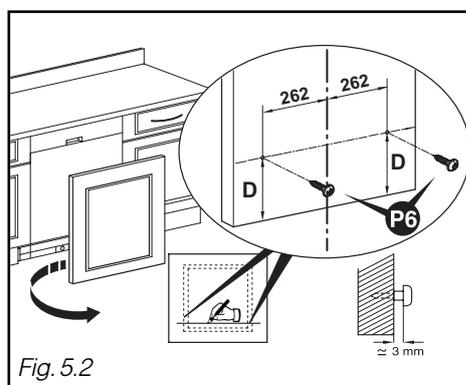

Fig. 5.2
- Calcular a cota $D = A - B$, fazer um traço na cota **D** atrás do painel, na parte inferior (Fig. 5.2)
- Posicionar as duas localizações do parafuso a 262 mm do eixo do painel de madeira. Pôr os 2 parafusos **P6** (Fig. 5.2).